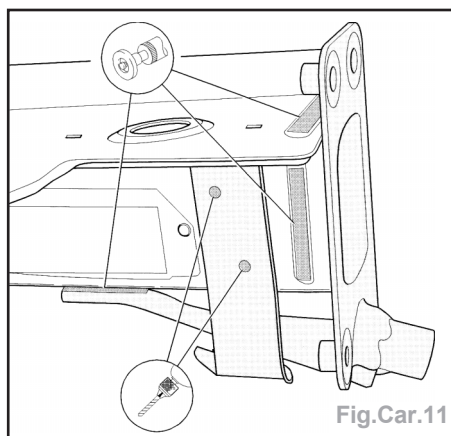

Fig.Car.11
- Couper l'appui de l'amortisseur de chocs devant le longeron (Fig.Car.11).